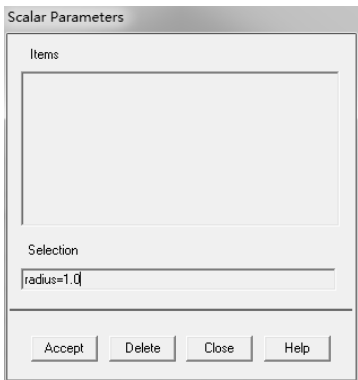

图 9-48 “Scalar Parameters”对话框
1) 选择“Utility Menu>Parameters>Scalar Parameters”命令，弹出“Scalar Parameters”对话框，在“Selection”文本框中输入“radius=1.0”，输入时不管字母大小写，ANSYS 会将输入字母全部转换为大写，单击“Accept”按钮接受，如图 9-48 所示。